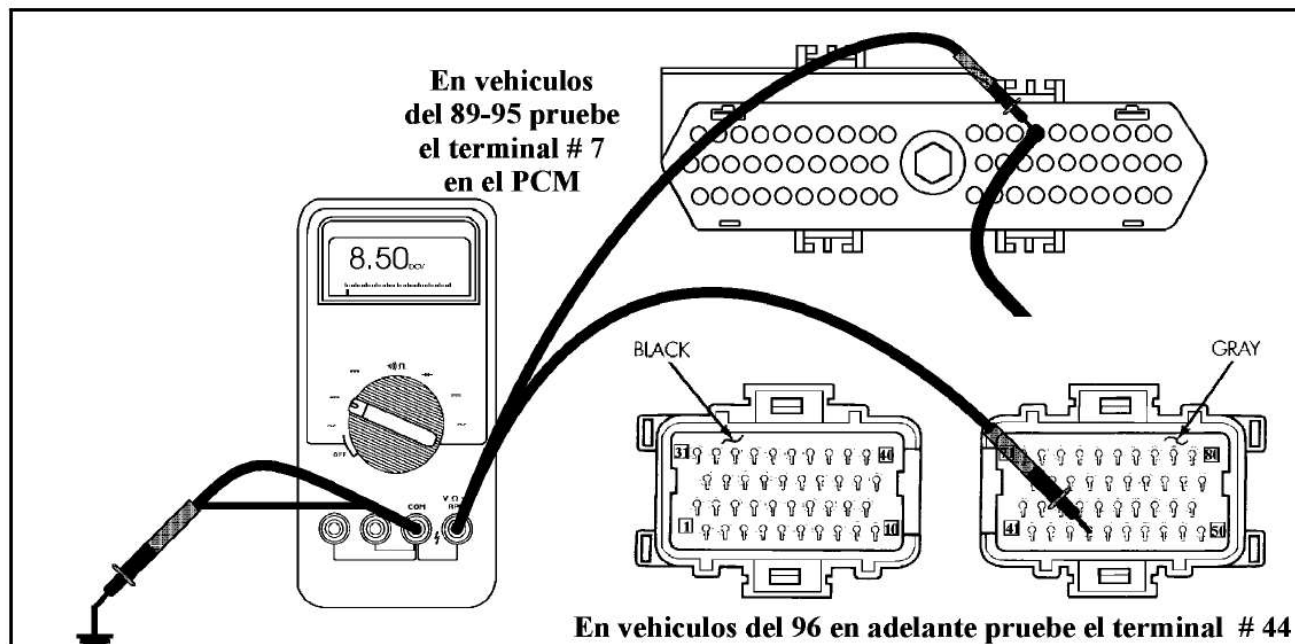

Figura 28
- En vehiculos con motor 3.0L la computadora del motor (PCM) le suple al distribuidor con una señal de 8 a 9 voltios. En vehiculos con motor de 3.3L en adelante, el PCM le suple al sensor de velocidad del cigueñal de 5 a 9 voltios. En caso de que no se obtenga una señal de rpm en el TCM o el PCM, primero verifique que el PCM está enviando el voltaje apropiado. En vehiculos del 89-95 ésto puede hacerse colocando el cable negativo del metro a tierra y el cable positivo al terminal # 7 en el PCM (Vea la figura 28). En vehiculos del 96 en adelante, pruebe el terminal # 44 en el PCM. Si no hay voltaje, reemplaze el PCM. Si hay voltaje, revise los terminales en el conector del distribuidor o en el del sensor del cigueñal. Si los conectores están bien, cambie el sensor.